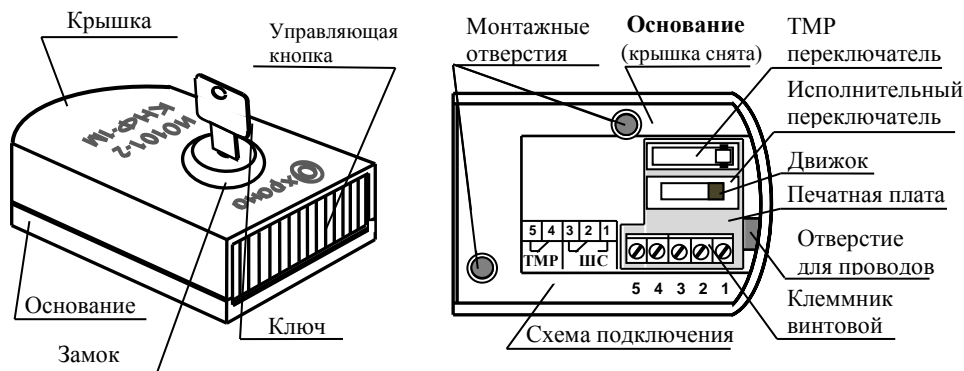
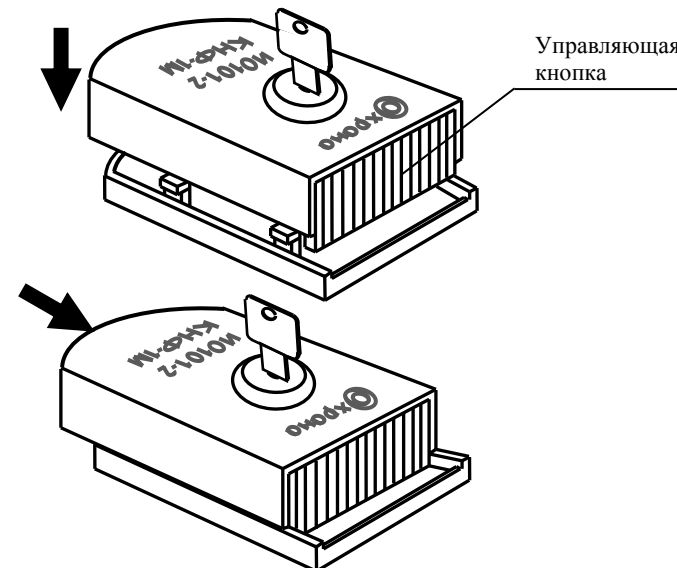

Рисунок 1
Рисунок 3
6.2.3 Пропустить провода через отверстия в основании извещателя (Рис.1,2) и подключить их к контактам клеммника винтового в соответствии со схемой подключения (Рис.1).
6.2.4 Закрепить основание на выбранном месте с помощью 2-х винтов (саморезов) из комплекта поставки через монтажные отверстия (Рис.1).
6.2.5 Установить крышку с управляющей кнопкой на основание в соответствии с Рис.3. При этом управляющая кнопка и ключ в замке должны находиться в положении, показанном на Рис.3, а движок исполнительного переключателя – в положении, показанном на Рис.1. Далее нажать на крышку до щелчка в направлении, показанном стрелкой. Повернуть ключ по часовой стрелки до упора и вынуть его из замка.
Далее вставить ключ в замок и повернуть его против часовой стрелки до упора. При этом управляющая кнопка должна установиться в положение, приведенное на Рис.3. Повернуть ключ по часовой стрелки до упора и вынуть его из замка.